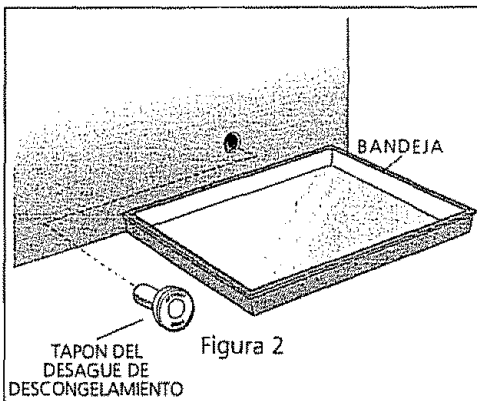

Figura 2
- En la parte superior del gabinete, levante la tapa de plástico de la bisagra y dóblela hacia atrás. (Figura 2)
- En los modelos horizontales equipados con desagüe de descongelación coloque una bandeja o la bandeja divisora/de desagüe (suministrada con algunos modelos) debajo de la salida del desagüe (Figura 2). Un adaptador de manguera de jardín de media pulgada puede ser usado para desaguar el congelador directamente al desagüe del piso (Figura 3). Saque la tapa que se encuentra dentro del congelador y saque el tapón exterior de desagüe de congelación (Figura 4).